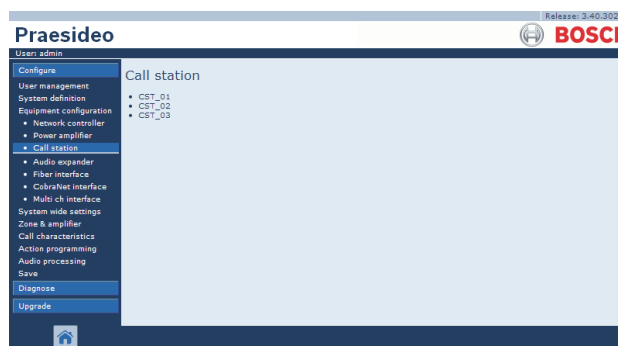

figura 44.27: Configurar uma consola de chamadas, passo 1
- 1 Vá para *Configure > Equipment configuration > Call station*. Aparece um ecrã semelhante ao da figura 44.27 na moldura principal da interface da Web.